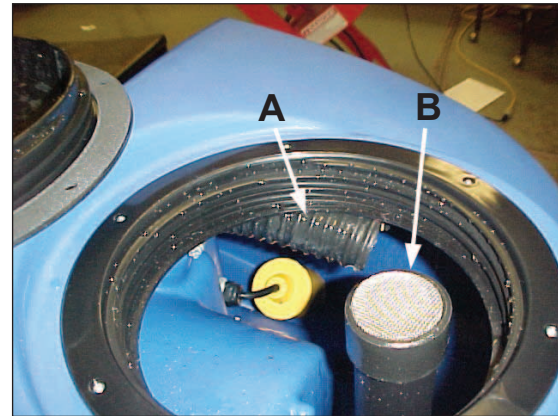

Figura 41
3. Manguera de recuperación – Coloque la manguera de jardín dentro del depósito de recuperación. La manguera de recuperación está ubicada detrás del borde roscado (consulte la figura 41, A). **NOTA: No coloque la manguera en la entrada de vacío (consulte la figura 41, B), se producirán daños.**